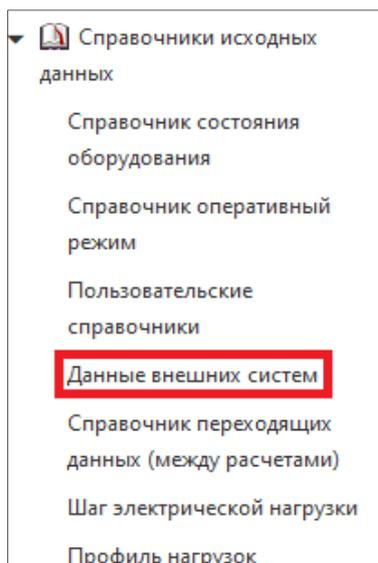

Рисунок 3.4.11 – Подраздел «Данные внешних систем»
1. Перейти в подраздел «Данные внешних систем» (рис. 3.4.11).